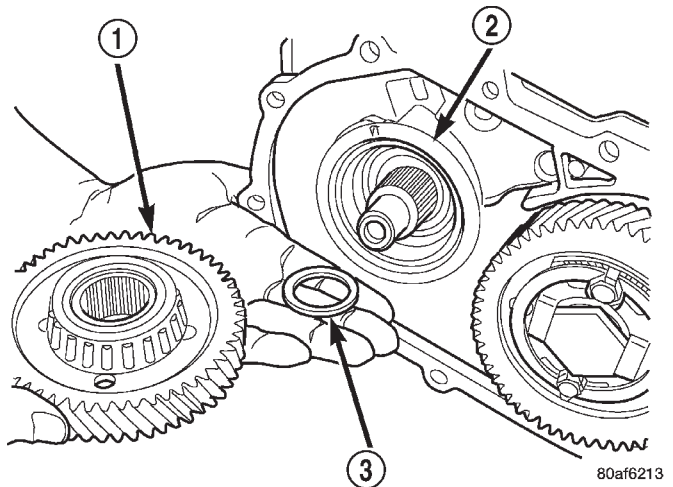

Fig. 49 Desmontaje del engranaje del eje de transferencia y espaciador (selectivo)
(40) Retire el espaciador (selectivo) del engranaje de transferencia (Fig. 49).